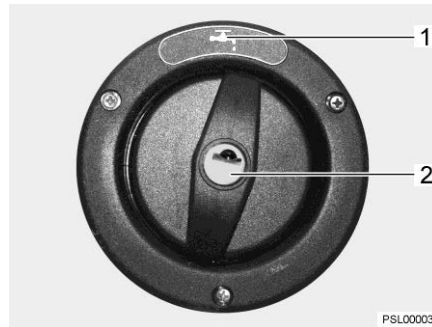

Bild 167 Lock för påfyllningsöppningen för dricksvatten
Påfyllningsöppningen för dricksvatten är märkt med symbolen "☰" (Bild 167,1). Locket låses och låses upp med nyckeln till de utvändiga låsen (utvändiga luckorna).
- Stick in nyckeln i låscylindern (Bild 167,2) och vrid ett kvarts varv moturs.